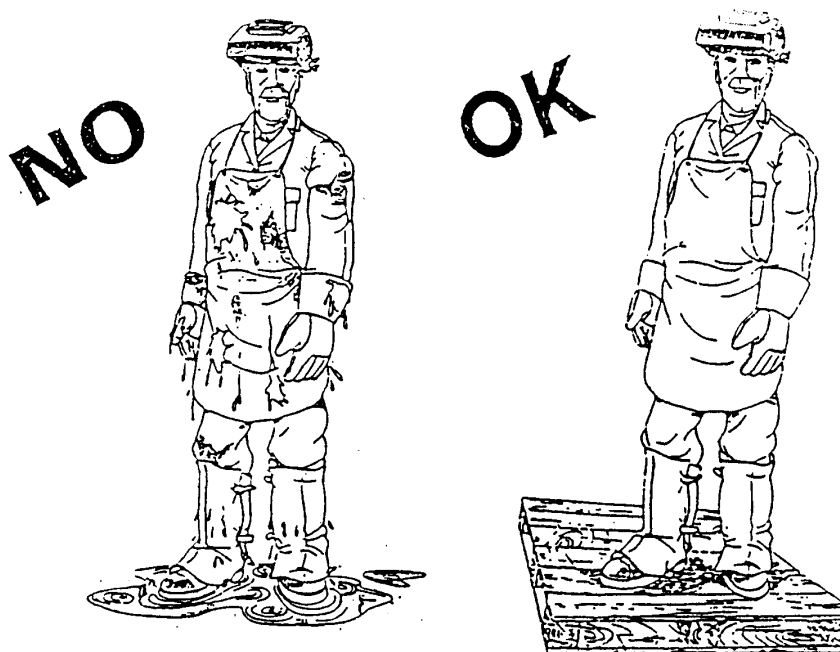

FIG.7
- quando state lavorando in un luogo ristretto, l'apparecchio deve essere collocato fuori dell'area di saldatura e il cavo di massa deve essere fissato al pezzo in lavorazione. Non operate in una zona umida o bagnata in queste condizioni (Fig.7);